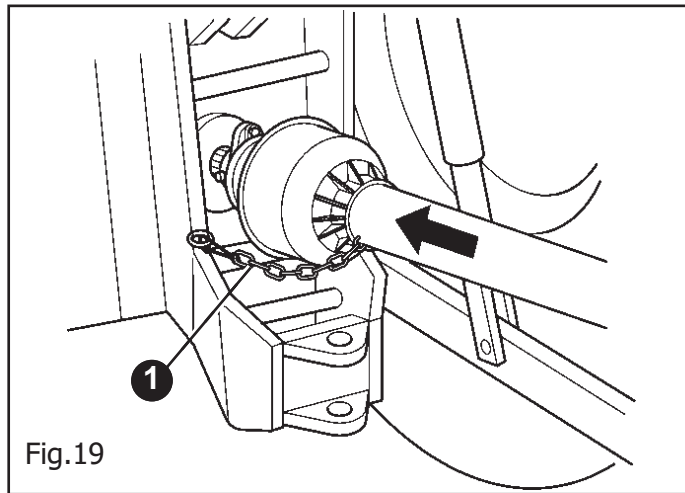

Fig.19
- 9) Engager l'arbre à cardan dans la prise de force et contrôler qu'il est bloqué parfaitement (Fig.19). Vérifier que la protection roule librement et la fixer à l'aide de la petite chaîne pourvue à cet effet.
Fixer, à l'aide des chaînettes, les protections de l'arbre à cardan sur le corps machine et sur le tracteur (1 Fig.19) pour en empêcher la rotation.